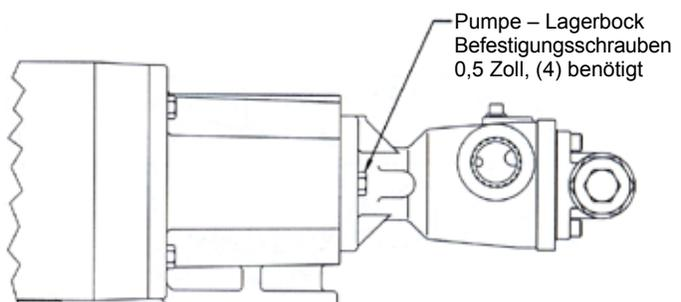

ABBILDUNG 31
5. Beenden Sie die Montage, indem Sie die Pumpe an der Halterung befestigen. (**Siehe **Abbildung 31****). Stellen Sie sicher, daß die Stromversorgung der Pumpe ausgeschaltet ist. Überprüfen Sie den freien Lauf der Pumpe, indem Sie die Gebläseflügel des Motors oder die Welle des Lagerträgers drehen.